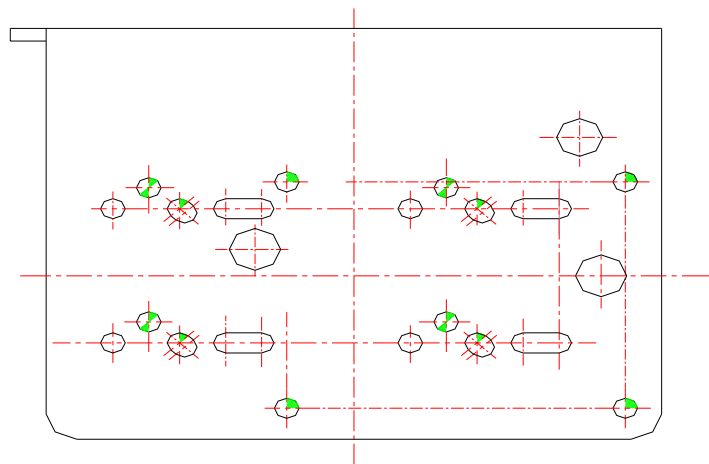

图 3
1. 使用附件中的 M2X6 十字螺钉、 $\phi 2$ 弹垫、 $\phi 2$ 平垫将摄像机固定于摄像机支架的相应固定孔（见图 3）